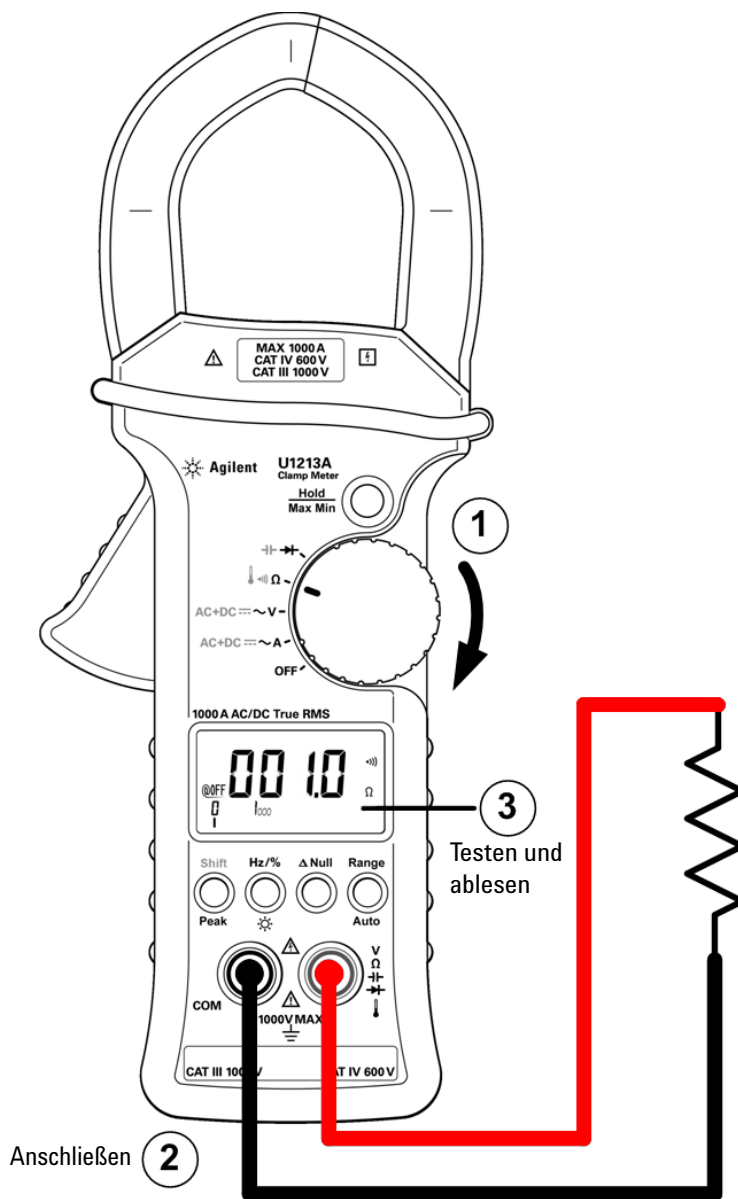

Abbildung 2-4 Durchgangstest
- 4 Um einen Durchgangstest durchzuführen, drücken Sie einmal die Taste **Shift** (siehe Abbildung 2-4 auf Seite 24). Der Signalton ertönt, wenn der Widerstand unter $10,0 \Omega$ liegt.